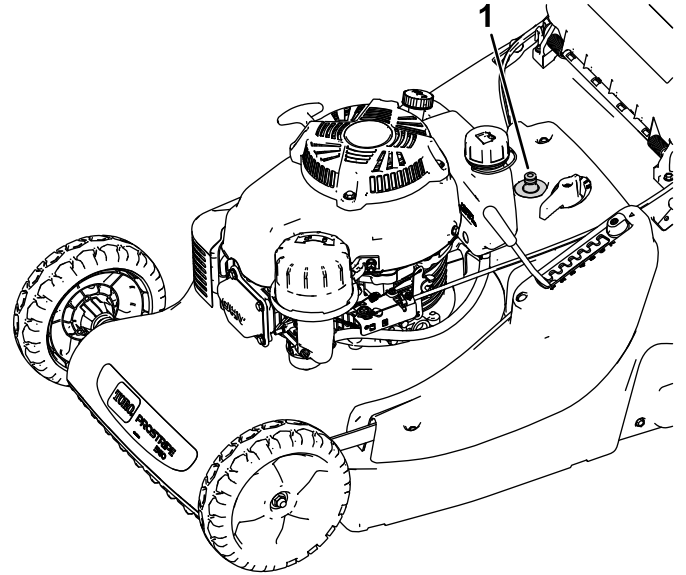

Figura 21
7. Atașați un furtun de grădină care este conectat la o sursă de apă la portul de spălare (Figura 21).